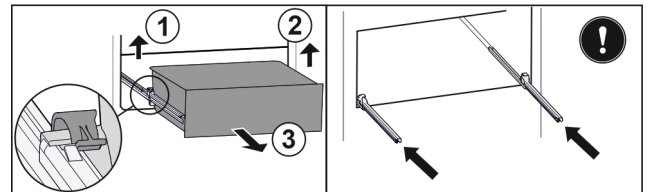

Fig. 91
- Sollevare il morsetto sinistro e allo stesso tempo tirare in avanti il cassetto sinistro. Fig. 91 (2)
- Sollevare il morsetto destro e allo stesso tempo tirare in avanti il cassetto destro. Fig. 91 (3)
- Rimuovere il cassetto tirandolo in avanti. Fig. 91 (3)